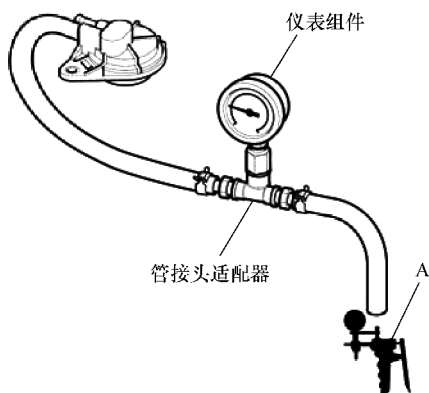

图 20-6 更换接头进行压力测试
① 如果真空保持低于 1.33kPa，转至步骤 5)。
② 如果真空不能保持，更换 EVAP 双通阀。
- 5) 如图 20-6 所示，将真空泵从真空接头拆装到压力接头 A 上。
① 如果压力保持低于 5.07kPa，阀门正常。
② 如果压力不能保持，则更换 EVAP 双通阀。